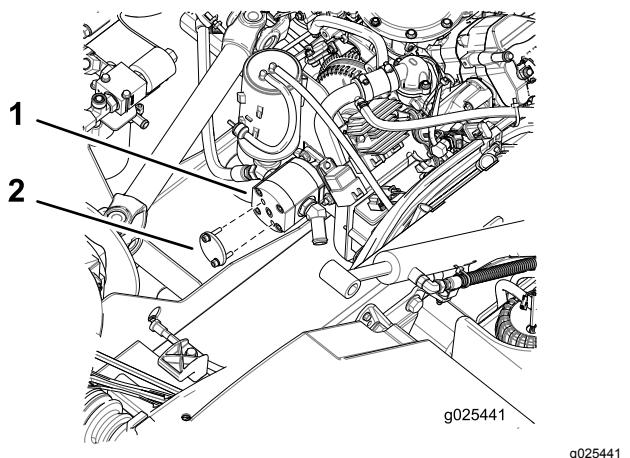

Figura 6
1. Limpe cuidadosamente a zona em redor do tampão da bomba hidráulica para evitar que entre contaminação na bomba (Figura 6).
2. Retire os 2 pernos que fixam o tampão à bomba hidráulica (Figura 6). Retire o tampão.